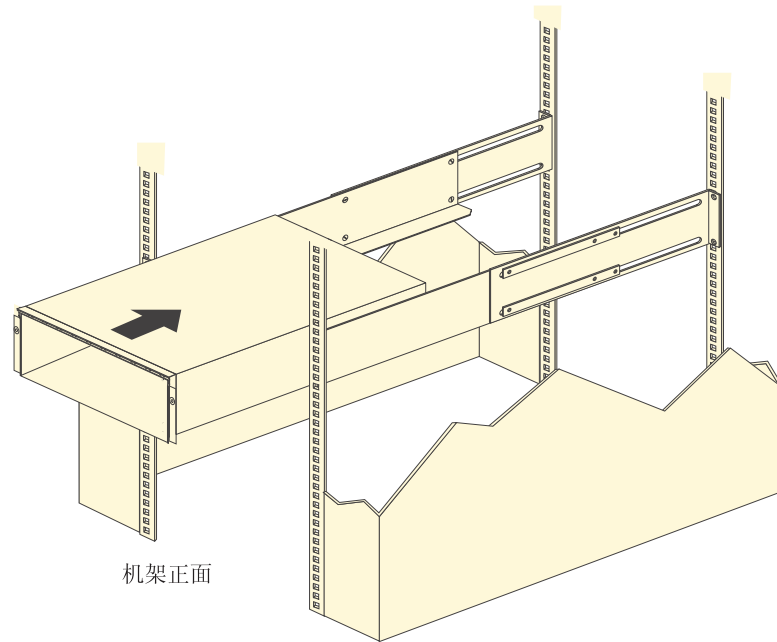

图 12. 安装 EXP5000
- b. 在另一人的帮助下，将存储扩展机柜的后端放到支撑导轨上，然后将该单元滑入机架（如图 12 中所示）。